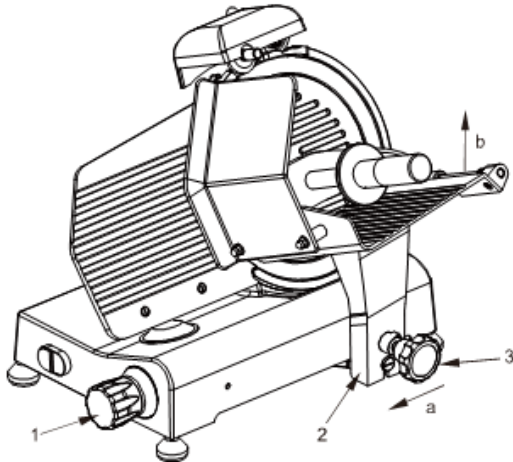

ABB. Nr. 13 – Entriegelung des Schlittens.
6.2.1 Reinigung des Schneidgutschlittens (siehe ABB. Nr. 13)